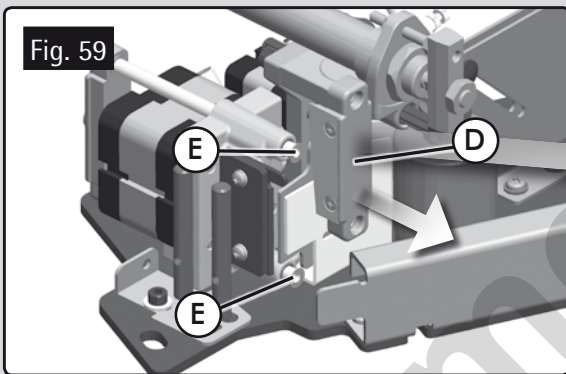

Fig. 59
- Retirer le porte-couteau (D) (Fig. 59), en veillant à ne pas perdre les rondelles (E Fig. 59).
- Remplacer le couteau (F Fig. 59) en enlevant les vis (G) à l'aide du tournevis de service (H Fig. 59).